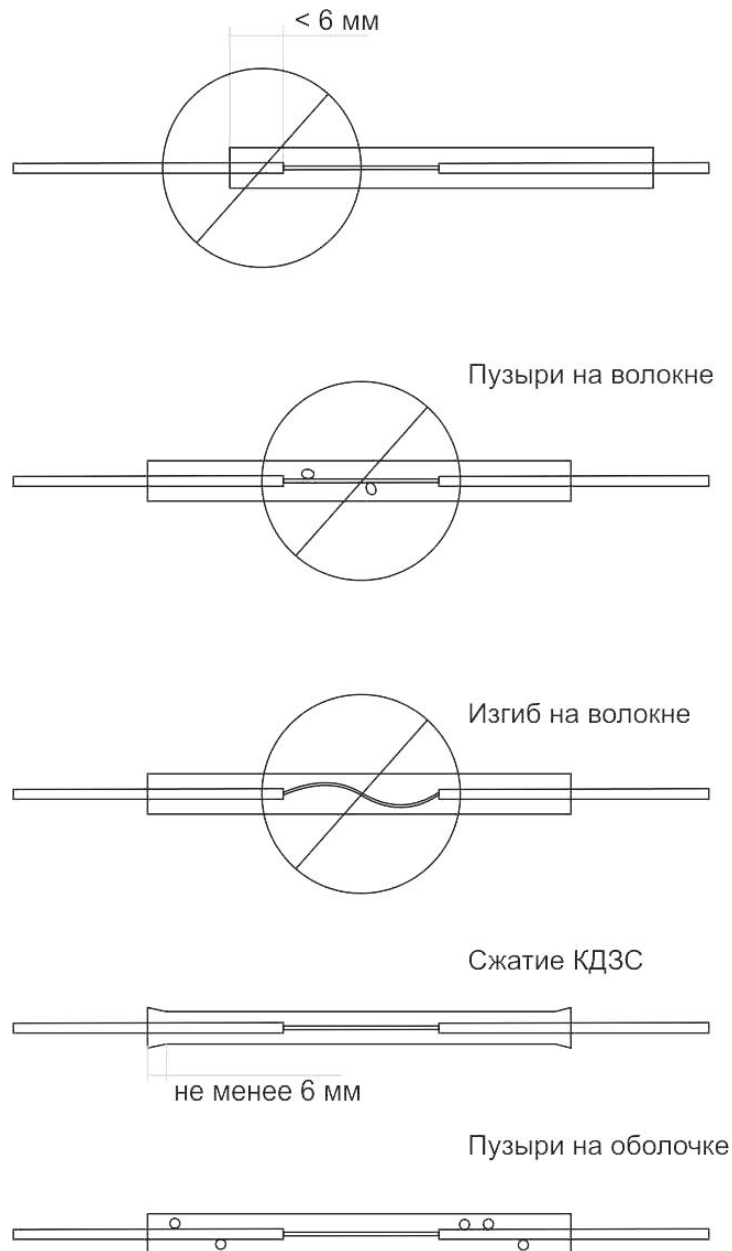

Рис. 3-11
5) Произведите визуальную проверку защитной гильзы на предмет наличия пузырьков и неоднородностей. Три возможных причины для повторения процесса термоусадки изображены на Рис. 3-11.